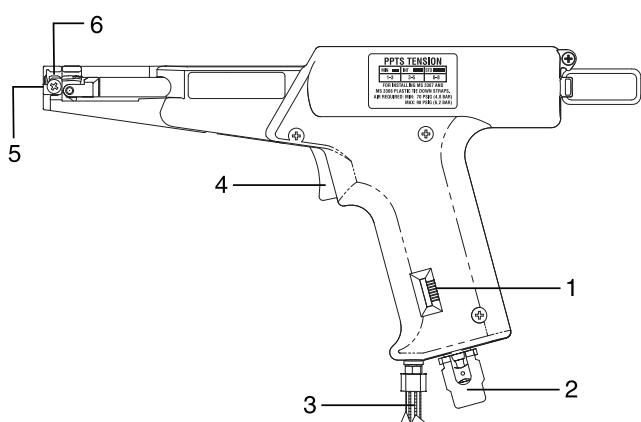

Fig. 1: Herramienta neumática para atar PPTS
3. Accionar el disparador (Fig. 1, Pos. 4).